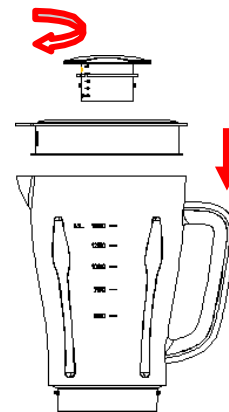

Abb. 4
2) Positionieren Sie die Behälterbaugruppe mit der Öffnung nach oben. Drehen Sie den Dichtungsring 1 um den Deckelboden und setzen Sie den Deckel auf den Behälter. Setzen Sie den Messbecher genau in den Deckel, indem Sie den kleinen Vorsprung auf beiden Seiten des Bechers in die Schlitze des Deckels einsetzen und den Becher im Uhrzeigersinn drehen, bis er fest sitzt. (Siehe Fig.4)